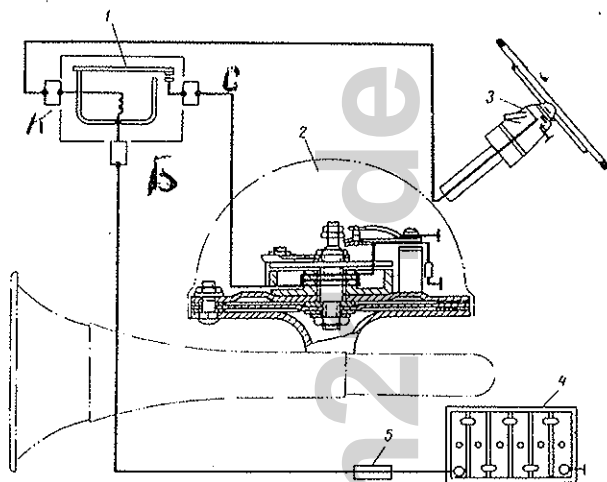

Bild 302 Schaltbild des Horns:
Drückt man auf den Hornschaltring, so wird das Relais PC503 eingeschaltet. Das Relais schaltet seinerseits den Stromkreis der Hörner ein (Bild 302).
1. Lockere Befestigung der Kabel in Hornstromkreis 2. Abbrand an Wolframkontakten des Unterbrechers 3. Gebrochene (Textolit) Isolierplatte des unteren losen Unterbrecherkontaktes oder gesprungene Feder	1. Siehe Abhilfe bei Störung „Die Hörner haben keinen oder unterbrochenen Klang“, Punkte 2, 5 und 6 2. Befestigungsschraube für Kabelschuhe der Kabel von jedem Horn zu Relaisklemme C (Bild 302) losdrehen, nacheinander die Hörneranschlüsse an Klemme B andrücken und Hörner einzeln abhören; am Horn mit heiserem Klang die Unterbrecherkontakte mit Schleiffeile säubern 3. Horn in Werkstätte ausbessern oder auswechseln